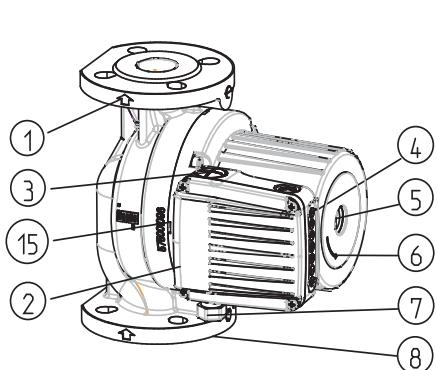
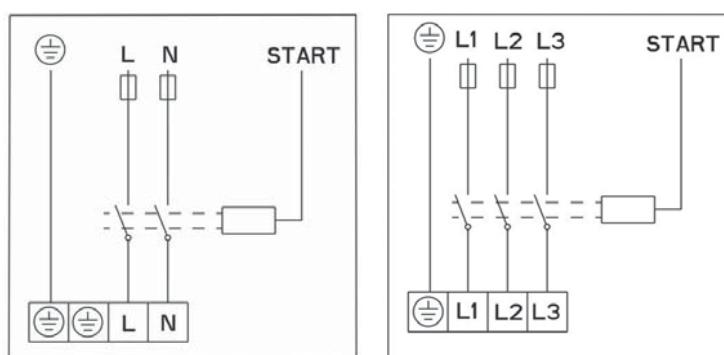

рис.2
рис. 4
- направление потока воды через насос должно соответствовать направлению стрелки на корпусе насоса (рис. 2- ПОЗ.1);
- необходимо использовать фланцы для подключения NP 6/10 (рис.2 – ПОЗ.8);
- насосы SCRF (basic, auto), имеют одинарный гидравлический корпус (рис..2 – ПОЗ.8);
Гидравлический корпус насоса допускается изолировать только до прорези между мотором и гидравлическим корпусом. Отверстия для отведения конденсата необходимо оставить открытыми для обеспечения вывода конденсата из статорного отсека, данные отверстия необходимо оставлять открытыми и в системах обогрева, когда выполняется только термоизоляция гидравлического корпуса (рисунок 2, 3, ПОЗ 15).
Провод подключения подключается через кабельный ввод M20 (рис.2 – ПОЗ.7).
Электрическое соединение насосов необходимо выполнить по соединительной схеме (рис. 4), которая отображена на нижней стороне крышки мотора. Перед этим необходимо отвинтить верхнюю крышку (рис.2 - ПОЗ. 2)
ротор работает в воде. Ротор установлен в специальных работающих на смазке водой подшипниках, поэтому перед вводом в эксплуатацию необходимо заполнить насос водой и откачать воздух. Для откачки воздуха из насоса необходимо удалить болт на обратной стороне электромотора (рис.2-ПОЗ.5) - воздух начнет выходить через прорезь между валом мотора и подшипником. После того как начнет вытекать вода, необходимо закрыть вентили со стороны всасывания и со стороны нагнетания и запустить насос. При вращении вала насоса в обратном направлении
④ ① ② ③ ⌂
Каждый насос способен работать в некотором диапазоне трёх гидравлических параметров. Для этого он оснащён встроенным электромотором с трёмя скоростями вращения. Для достижения выбранных характеристик скорости ① ② ③ на насосе расположена кнопка ⌂ (рис. 2, 4), с помощью которой можно изменять скорость.
Выключить насос; закрыть вентили со стороны нагнетания и со стороны всасывания; удалить болт для откачки воздуха; отверткой (рис.2-ПОЗ.5), которую необходимо установить в прорезь на валу, крутить вал до тех пор, пока он не начнет свободно вращаться. После этого необходимо установить болт для откачки воздуха на место. Аппарат не предназначен для использования лицами (включая детей) с ограниченными физическими, психическими или умственными способностями, а также лицами, не обладающими опытом или знаниями, кроме случаев, когда данные лица находятся под контролем или прошли обучение у специалиста, несущего ответственность за их безопасность.